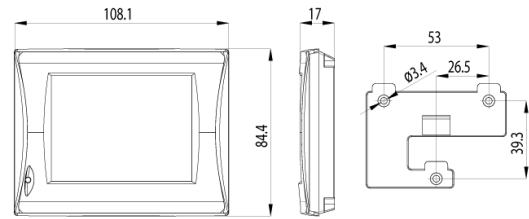

Рисунок 5 - Пульт управления
- 5.1.5 Смонтируйте крышу (если предусмотрена) согласно схемам монтажа (Рисунок 5).